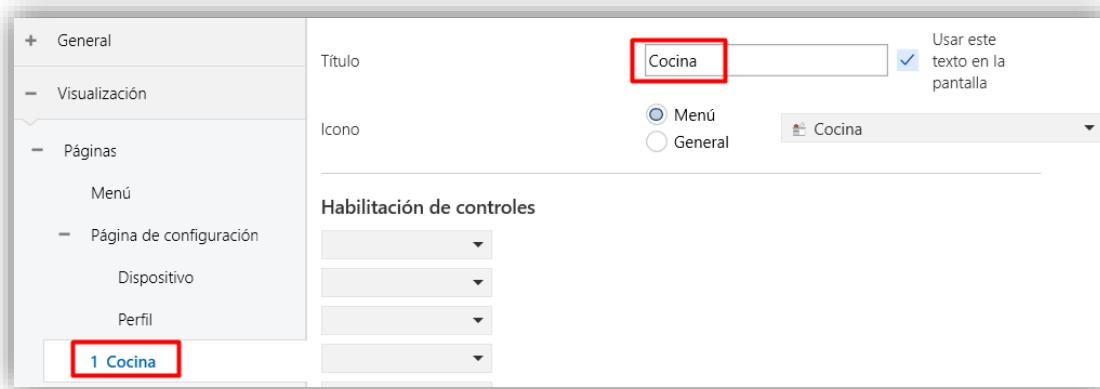

Figura 37. Configuración Página n
- **Título:** campo de texto que identifica cada una de las páginas habilitadas. Además, este campo permitirá cambiar el nombre de la pestaña en el menú de la izquierda de ETS, tal y como se muestra en la Figura 37.